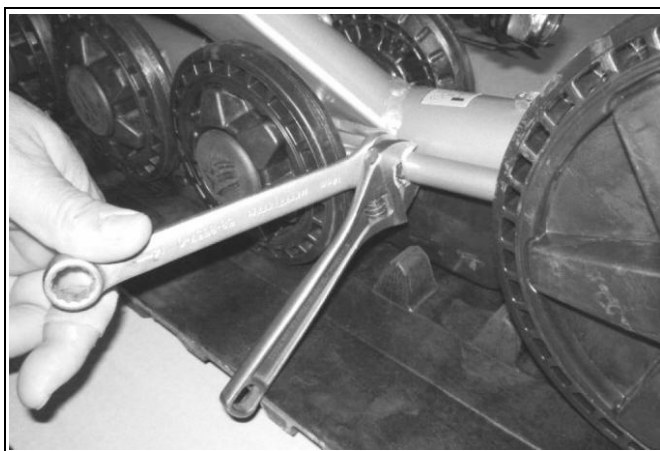

Figura 15
- Regolare la tensione del cingolo in gomma al minimo (vedere Figura 15).